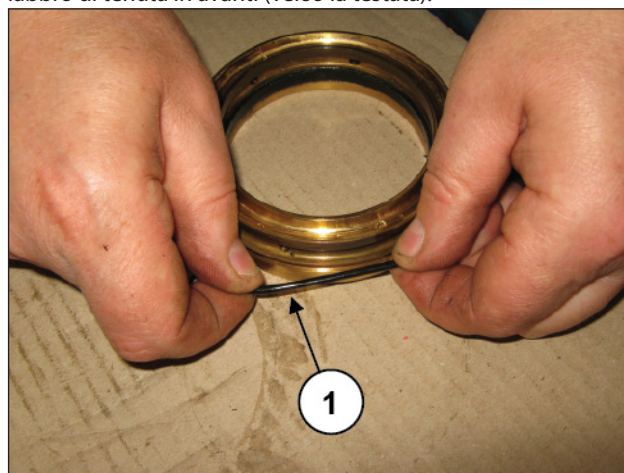
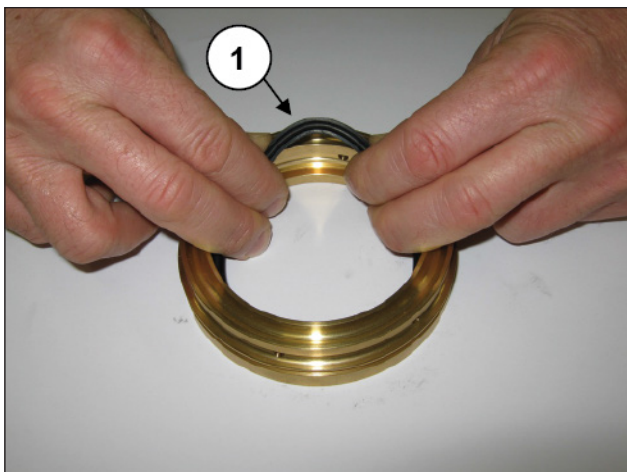

Fig. 220
Fig. 221
Inserire l'anello O-ring (pos. ①, Fig. 220) e la guarnizione di bassa pressione nel supporto guarnizione (pos. ①, Fig. 221) facendo attenzione al senso di montaggio che prevede il labbro di tenuta in avanti (verso la testata).